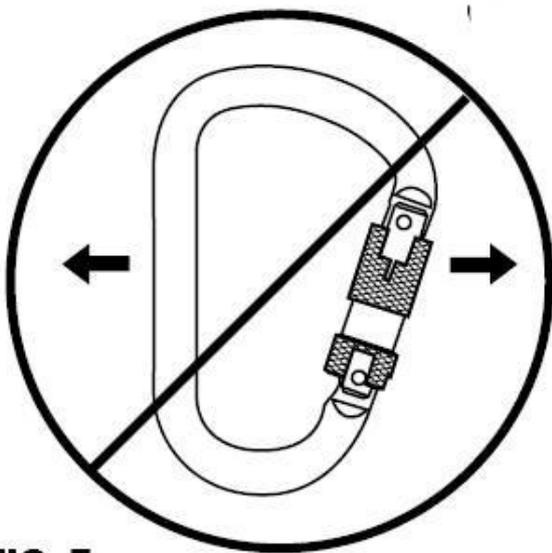

FIG. 7
- Certifique-se de que os mosquetões estejam orientados para aceitar uma carga com segurança e serem devidamente fechados e travados. Não permitir carga contra o fecho (Fig. 7) ou carga com fecho parcialmente aberto (Fig. 8).